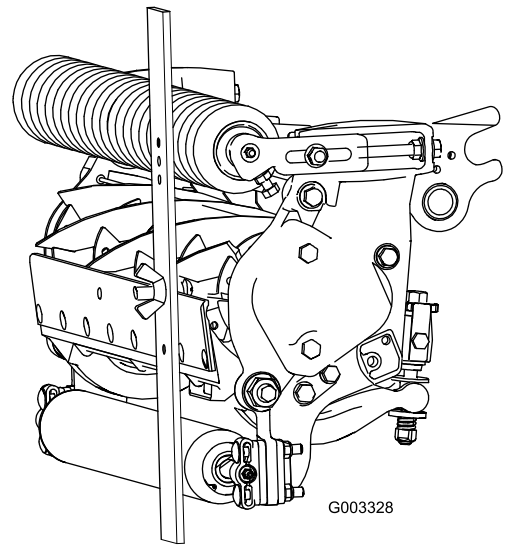

图 17
3. 将螺栓头钩在底刀的刀刃上并将调刀尺的后端放到后滚筒上 图 17。
4. 旋转调节螺栓直到前滚筒接触到调刀尺 图 17。调整滚筒的两端直到整个滚筒与底刀平行。